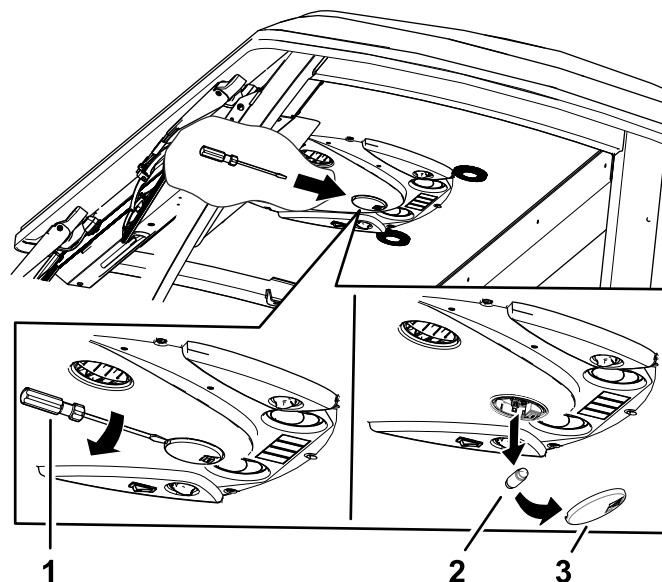

Figura 89
1. Folosiți o urubelniță pentru a îndepărta lentila lămpii de pe panoul de comandă. (Figura 89).
2. Îndepărtai becul de la baza lămpii (Figura 89).